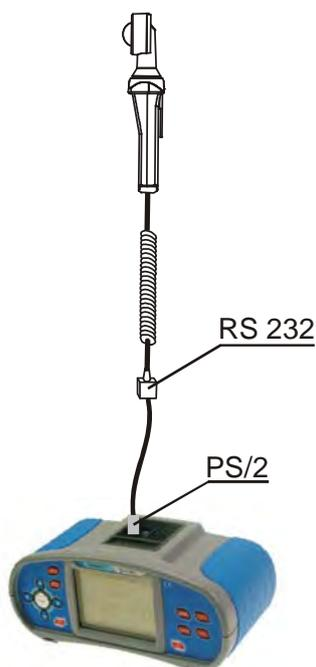

Abb. 5.45: Anschluß der LUX-Sonde an das Instrument
- ❑ **Schließen** Sie die LUX- Sonde an das Instrument an (siehe Abb. 5.45).